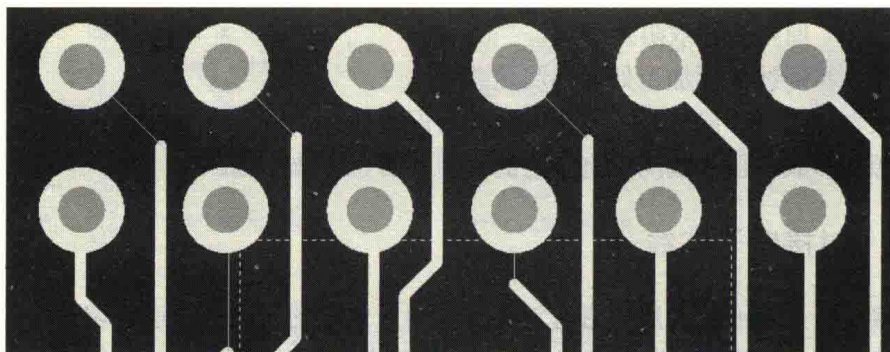

图 13-30 调整之后的走线和座子线序
(3) 根据 BGA 出线的网络, 把座子焊盘的网络更改为与其对应的网络, 完成管脚的调换并完成走线, 如图 13-30 所示。